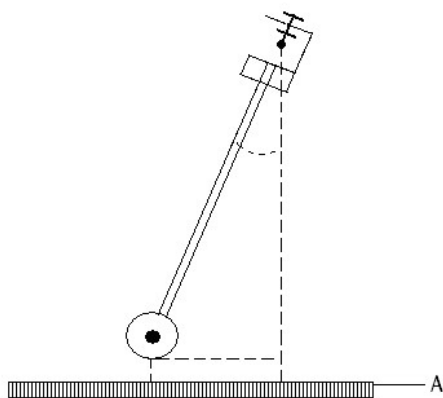

Fig. 1 Calibrage de la tension de sortie,
- Déterminez l'angle de déviation à l'aide d'une graduation (voir la Fig. 1) et assignez-le à la tension de sortie correspondante.